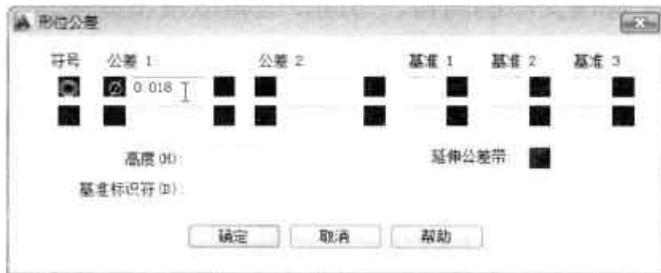

图9-49 输入公差值
Step 04 在其后方文本框中，输入公差数值，如图9-49所示。